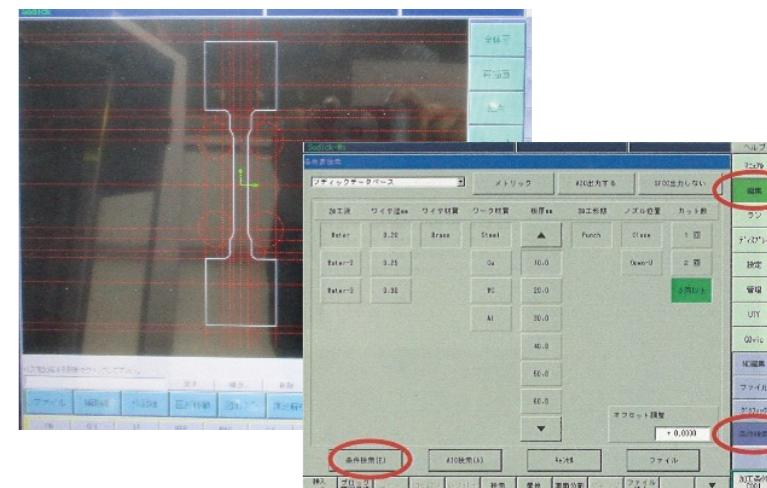

図2:「加工する図の作成画面」と
- 操作画面上に図を描き、何点かの項目(材質、材料の厚み、ワイヤの情報、切断回数など)を選択するだけでプログラム作成が可能。(図2)